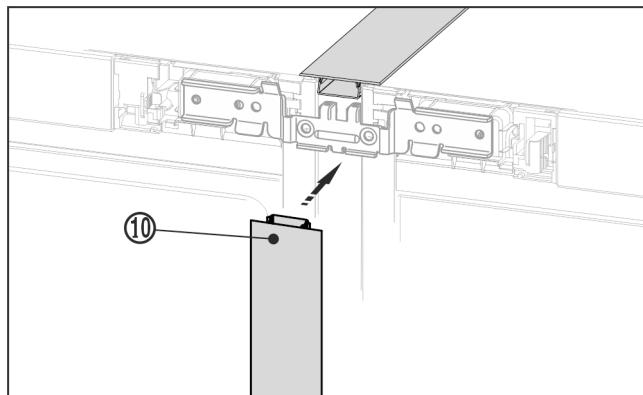

Fig. 22 *
- Na přední straně zatlačte dlouhou krycí lištu Fig. 22 (10) do svíslé spáry. Dbejte na to, aby lišta stála na spojovacím plechu.*